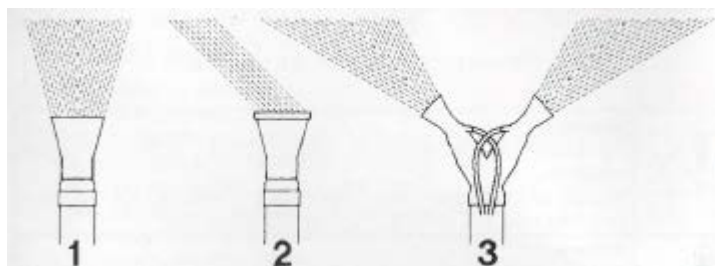

Рисунок 6. Выходной поток распылителя.
- Ширина потока (рисунок 6, номер 1) зависит от того, какую насадку вы используете.
- Распыление снизу-вверх или распыление только в одну сторону может производиться при помощи насадки, изменяющей направление потока на 45° (рисунок 6, номер 2).
- Для распыления сразу в двух направлениях можно использовать насадку с двумя выходами (рисунок 6, номер 3, не входит в комплект).